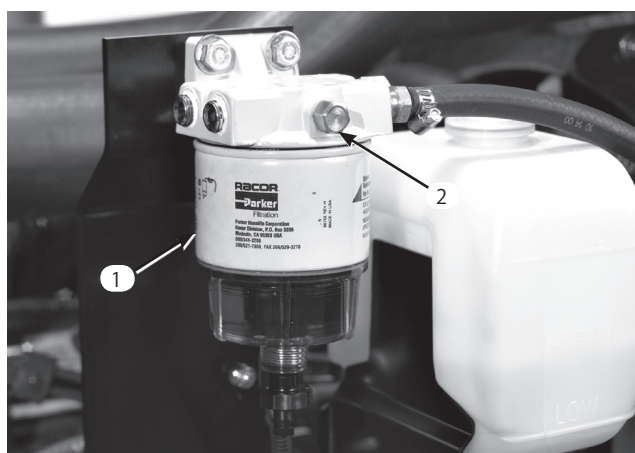

図14
3. 燃料フィルタ/水セパレータ(図14)のエア抜きプラグを開く。